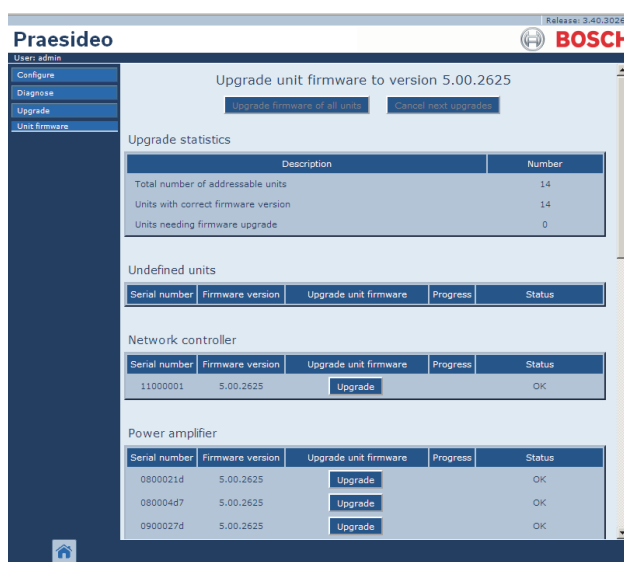

abbildung 37.9: Seite Upgrade unit firmware
- 6 Klicken Sie in der Navigationsleiste auf die Schaltfläche *Upgrade unit firmware*, um das Menü *Upgrade unit firmware* zu öffnen. Es erscheint ein Bildschirm, der dem in abbildung 37.9 ähnelt. Der Titel der Seite zeigt die Version der Firmware, die für das System erforderlich ist. Die Version der laufenden Firmware erscheint in dem Feld *Firmware version*.